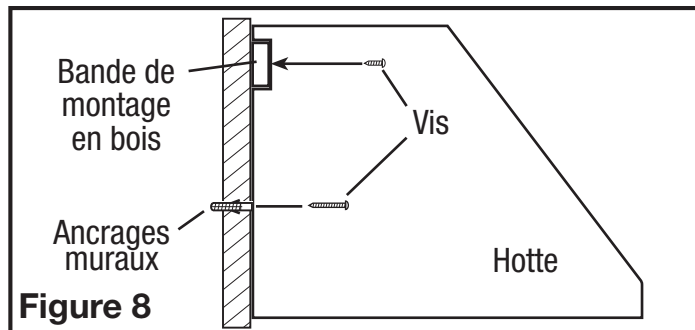

Figure 8
3. Faire reposer la cavité sur le côté arrière de la hotte sur la bande de bois et fixer à la bande de bois avec les vis de .75 po comprises au travers des trous dans l'arrière de la hotte qui s'alignent avec la bande de bois (utiliser les 6 vis pour les largeurs de 30 po et de 36 po cm et 8 vis pour les largeurs supérieures). Fixer le bas de la hotte en installant les vis fournies avec les ancrages muraux (Figure 8).